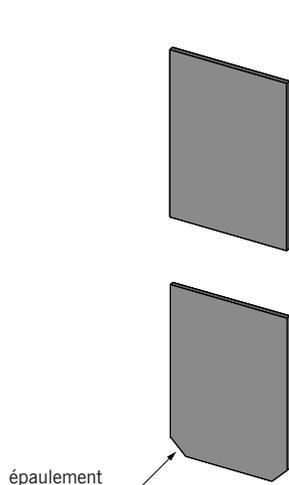

fig. 7.36
- Les modèles ordinaires ou modèles français ont une épaisseur moyenne de 3-mm. Leur format varie de 22-cm x 16-cm à 35,5-cm x 25-cm (fig. 7.36).